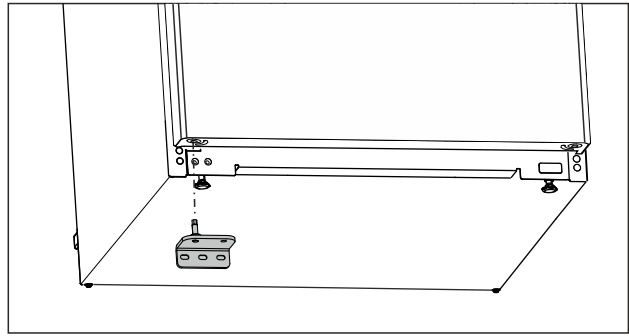

Fig. 22
- ▶ Unteren Lagerbock auf der Gegenseite einsetzen. (siehe Fig. 22)